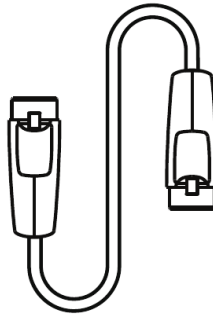

FIG. 2 — Cable de batería suministrado
- 2) Cable de batería para la conexión a la estación (FIG. 2).